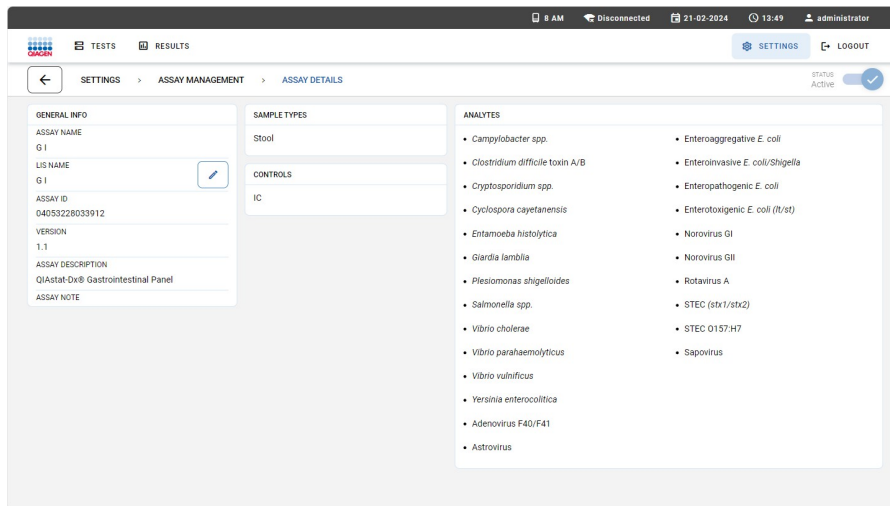

Abbildung 61. Bildschirm „Assay Details“ (Assay-Details).
Im Bildschirm „Assay Details“ (Assay-Details) werden alle Informationen für den ausgewählten Assay angezeigt. Unter **GENERAL INFO** (ALLGEMEINE ANGABEN) werden technische Informationen wie der Name, die Version und die ID des Assays angezeigt. **SAMPLE TYPES** (PROBENTYPEN), **CONTROLS** (KONTROLLEN) (interne Kontrollen (IC)) und **ANALYTES** (ANALYTEN) werden wie durch den Assay definiert angezeigt (Abbildung 61). Der LIS-Assay-Name muss eindeutig sein.